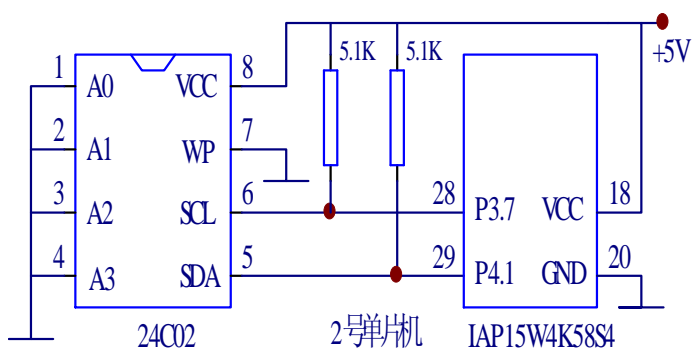

图 1-7 I²C 接口电路
4、2 号单片机与 I²C 器件 24C02 连接电路如图 1-7 所示。